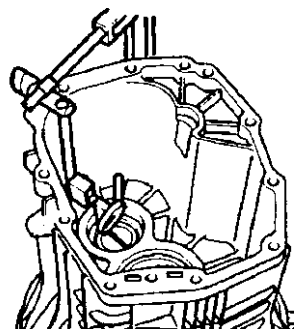

Рис. 6.41. Замер расстояния А в картере (промежуточный вал)
3. Измерьте глубину (А) (рис. 6.41) между дном гнезда кольца подшипника промежуточного вала в переднем картере коробки передач и поверхностью разъема картера.